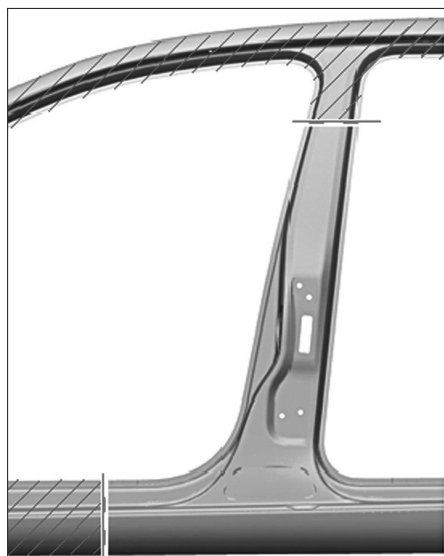

FIG. 58
- Reporter les lignes de coupe sur la pièce neuve et procéder à la découpe (Fig.58).